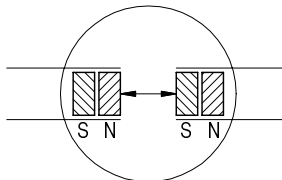

Abb. 11: Ermittlung der Polarität. Ansetzen des Magnetbandes.
- Vor dem Ansetzen die Polarität überprüfen. Die beiden Enden müssen sich anziehen (ggfs. Kompaßnadel benutzen). Falls gleiche Polarität, ein Band um einen halben Polabstand kürzen (Abb. 11).